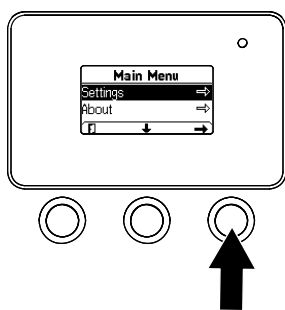

Рисунок 13
1. В MAIN MENU (Главном меню) с помощью средней кнопки прокрутите меню вниз к пункту SETTINGS MENU (Настройки), и нажмите правую кнопку (Рисунок 13).